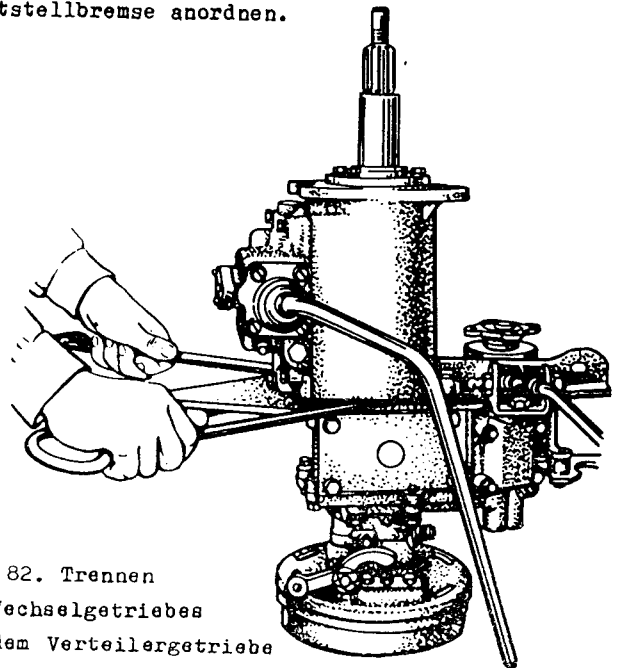

Bild 82. Trennen des Wechselgetriebes von dem Verteilergetriebe
4. Wechselgetriebe nach oben heben und von dem Verteilergetriebe trennen (Bild 82).